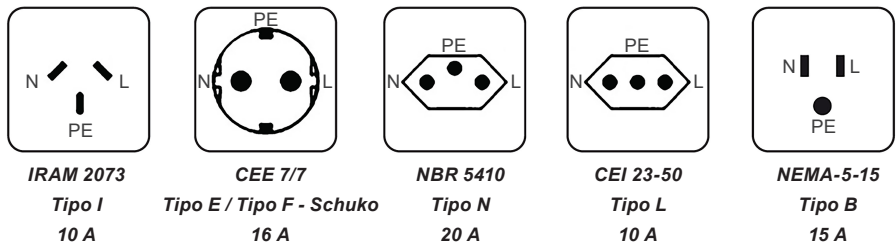

Figura 4.5: Estándar de conexión tomacorriente disponibles en diferentes versiones para cada país
- No instalar la estación WEMOB-EASY en un tomacorriente con polarización diferente de la presentada en la Figura 4.5 en la página 4-8, excepto si la alimentación fuera bifásica (sin neutro – N).